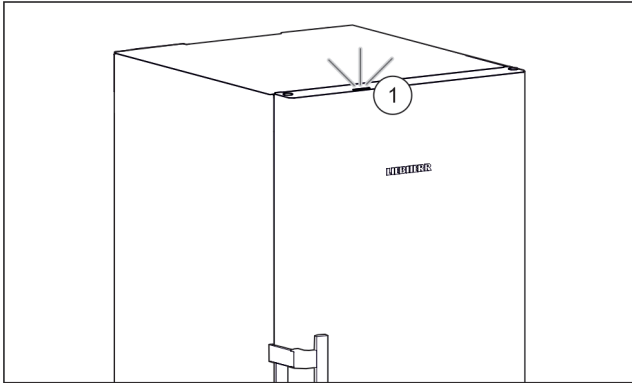

Fig. 36 Aktivt statuslys når døren er lukket
- ▷ Statuslys Fig. 36 (1) er aktivert.